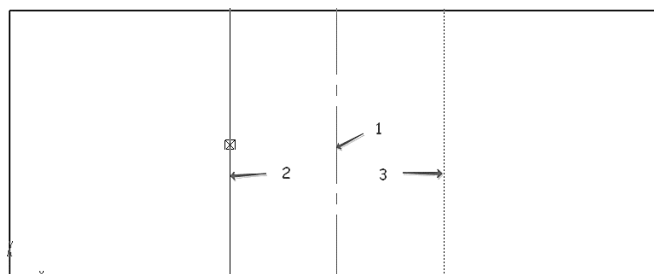

Рис. 98. Построение вспомогательных параллельных прямых
- Укажите курсором базовый объект – осевую линию в любой ее точке (1, рис. 98).
- Укажите курсором текущий вариант, затем второй (2 и 3, рис. 98).